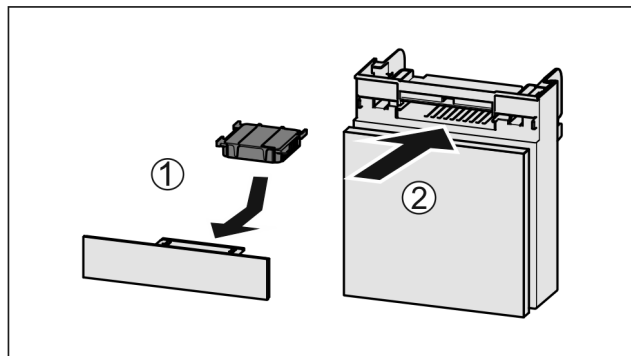

Fig. 148
- ▶ Sett inn Fig. 148 (1) aktivkullfilteret etter figuren.
- ▶ Skyv inn Fig. 148 (2) hyllen.